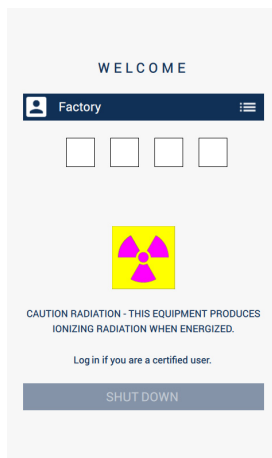

Рис. 3-18 Экран приветствия
3. На экране приветствия щелкните SHUT DOWN [Выключить] (см. Рис. 3-18 на стр. 69).
2. На экране приветствия щелкните SHUT DOWN [Выключить] (см. Рис. 3-18 на стр. 69).